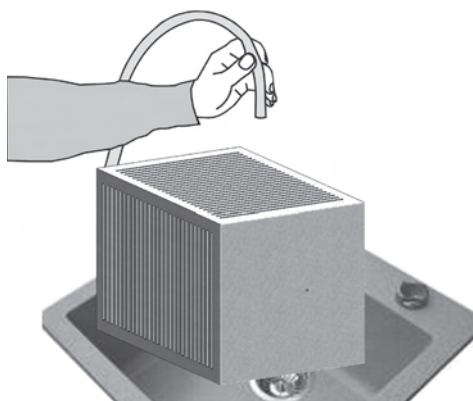

Рис.6
**Очистка пластинчатого теплоутилизатора.** Если теплообменника не удастся очистить сжатым воздухом, его можно ополоснуть водой (рис. 6). При необходимости можно использовать обезжиривающий раствор, предназначенный для мытья металлов (алюминия). Высушите теплообменник в теплом месте. Монтировать в вентиляционное устройство можно только тогда, когда убедитесь, что он абсолютно сухой.